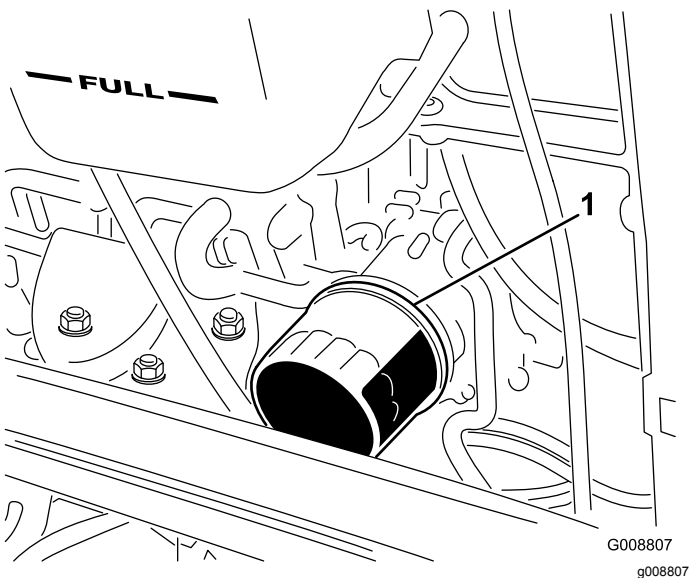

Figure 54
4. Déposez le filtre à huile (Figure 54).